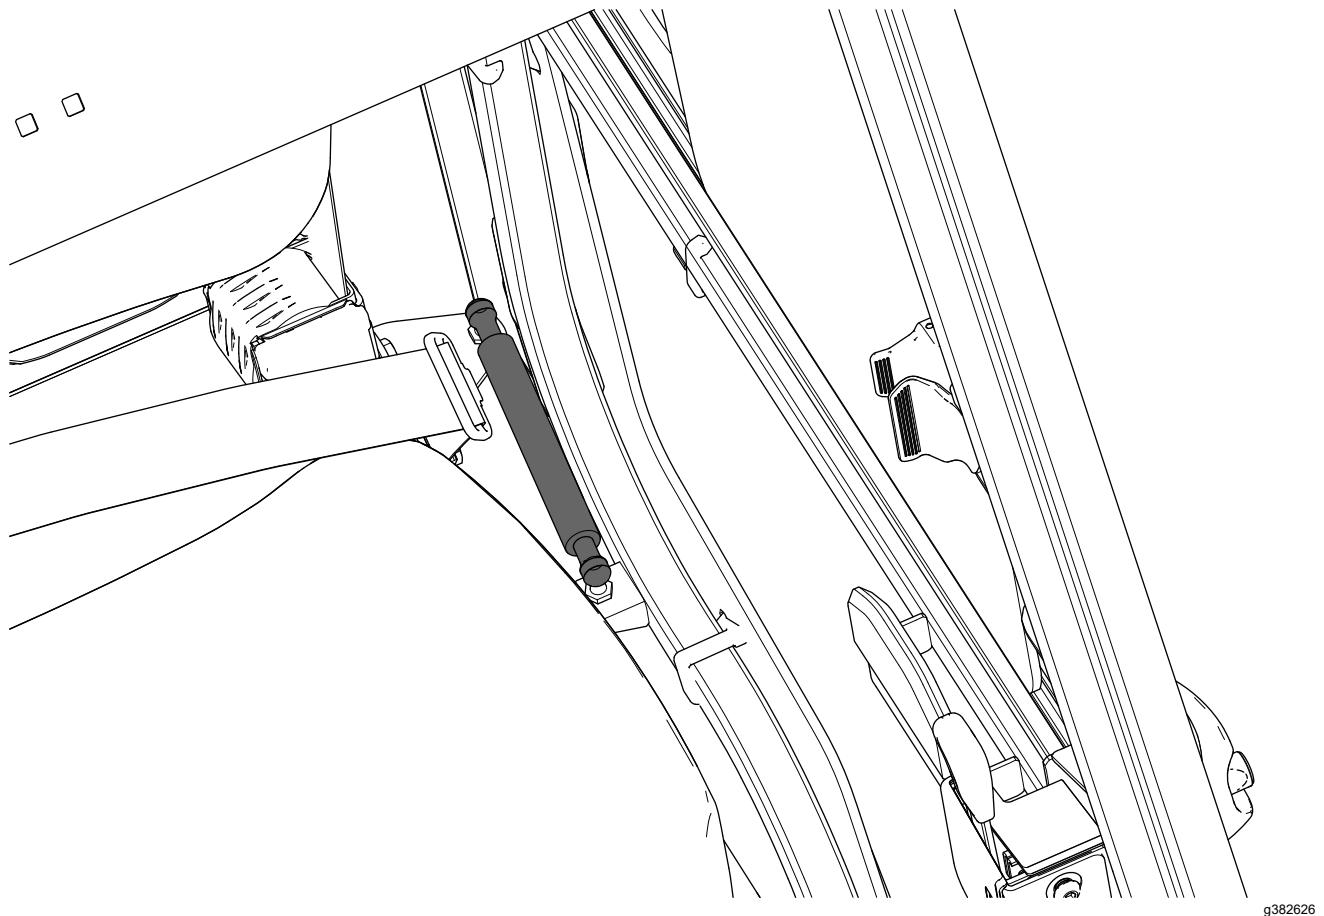

Bild 8
5. Befestigen Sie eine Gasdruckfeder an der linken Lagerschuhen (Bild 8).
Stellen Sie sicher, dass Sie die Gasdruckfedern korrekt ausrichten, wie in Bild 8 dargestellt.